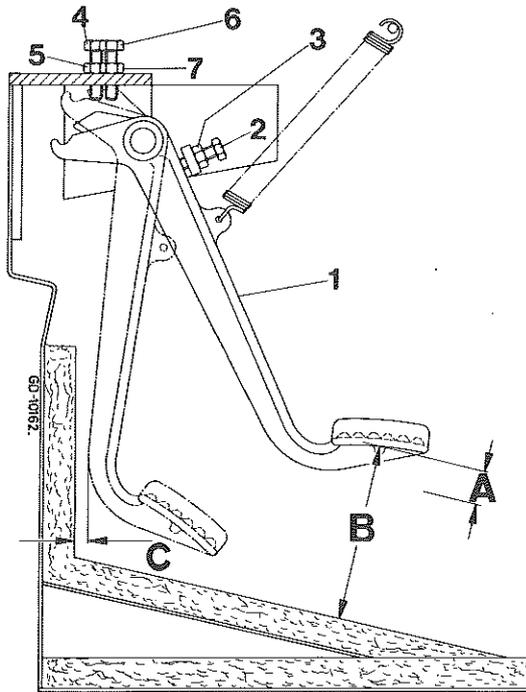

Figure 90
Lorsque le tracteur est complètement embrayé, la pédale d'embrayage doit avoir une garde de 25 à 30 mm (A) Fig. 90. Au fur et à mesure de l'usure des garnitures, cette garde diminue. Un réglage de l'embrayage doit être effectué dès que cette garde n'atteint plus que 10 mm. Pour ce faire procédez de la façon suivante :
NOTE : Pour permettre le verrouillage correct du levier il doit y avoir un écart de 2 à 3 mm entre l'arrêt et le verrou lorsque le levier est tiré à fond jusqu'à sa butée. Desserrez le contre-écrou (7) Fig. 90 s'il y a lieu, et réglez la vis de butée (6).